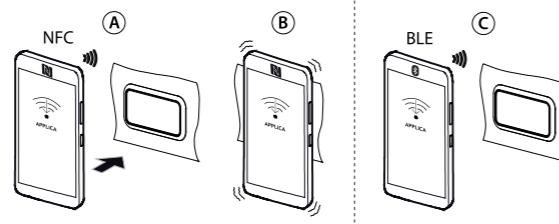

Fig.2 PRIMA MESSA IN SERVIZIO
- avvicinare il dispositivo al terminale utente, a una distanza inferiore a 10 mm, per effettuare il riconoscimento della configurazione (Fig. 2 - rif. A);
- avvicinare il dispositivo al terminale utente per effettuare l'upload dei parametri di configurazione (Fig. 2 - rif. B);
- avvicinare il dispositivo al terminale utente, a una distanza inferiore a 10 m per effettuare il riconoscimento della configurazione (Fig. 2 - rif. C);
- move the mobile device near to the user terminal, maximum distance 10 mm, so as to recognise the configuration (Fig. 2 - ref. A);
- move the mobile device near to the user terminal again to upload the configuration parameters (Fig. 2 - ref. B);
- move the mobile device near to the user terminal, maximum distance 10 m, to recognise the configuration (Fig. 2 - ref. C);